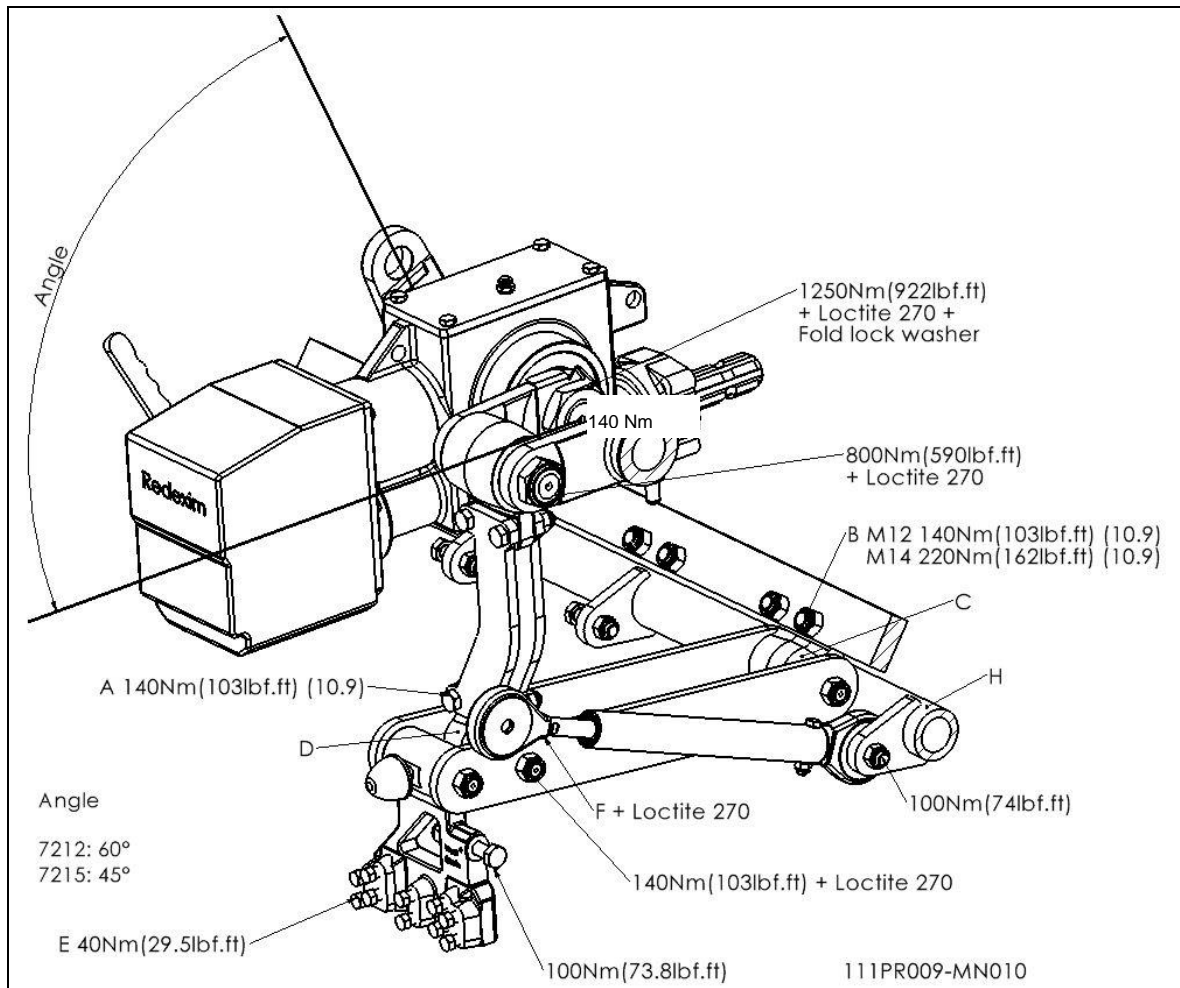

Fig.8
Na rys. 8 podano ustawienia momentu dokręcania najważniejszych śrub / nakrętek. Jeśli nie podano ustawienia, należy mieć pewność, że moment dokręcania jest taki sam jak śrub / nakrętek takiej samej wielkości. Jeśli śruby / nakrętki pracują luźno, można użyć pasty Loctite.
6. Po zamontowaniu korby i łożyska, założyć pozostałe części w takiej samej kolejności, jak przy demontażu. Użyć pasty Loctite w miejscach pokazanych na rys. 8.
Jeśli jakiś człon nie będzie ustawiony współliniowo z sąsiednimi członami, wówczas należy poprawić współliniowość w następujący sposób (patrz rys. 8.):